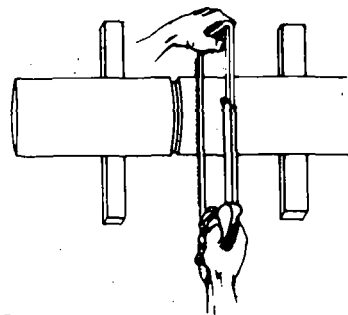

FIG. 5
4.º Passo — Serre na profundidade de 1/3 da espessura da parede em todo o contorno do tubo (fig. 5)